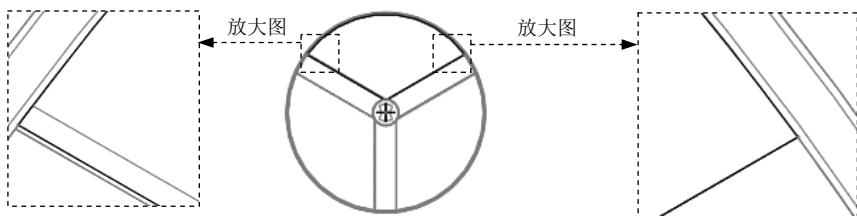

图 5.15 截面草图
- (2) 在绘图区中右击, 从系统弹出的快捷菜单中选择**定义内部草绘...**命令, 选取 FRONT 基准平面为草绘平面。单击**草绘**按钮, 进入草绘环境, 绘制图 5.15 所示的截面草图(使用“投影”命令绘制截面草图)。截面草图绘制完成后, 单击“草绘”操控板中的“确定”按钮√。
- (3) 在操控板中单击“完成”按钮√, 完成平整曲面特征的创建。